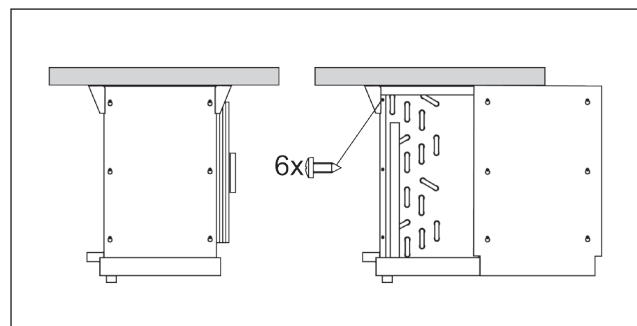

Рис. 11.1
2. Снимите панель корпуса воздухоохладителя со стороны дистрибьютора, ослабив шесть винтов (Рис. 11.1).